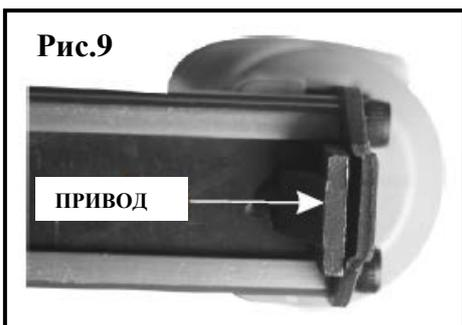

Рис.9
- Осмотрите привод Рис.9 на предмет погнутости или повреждений. Если он поврежден, не используйте инструмент, пока он не будет отремонтирован квалифицированным специалистом.